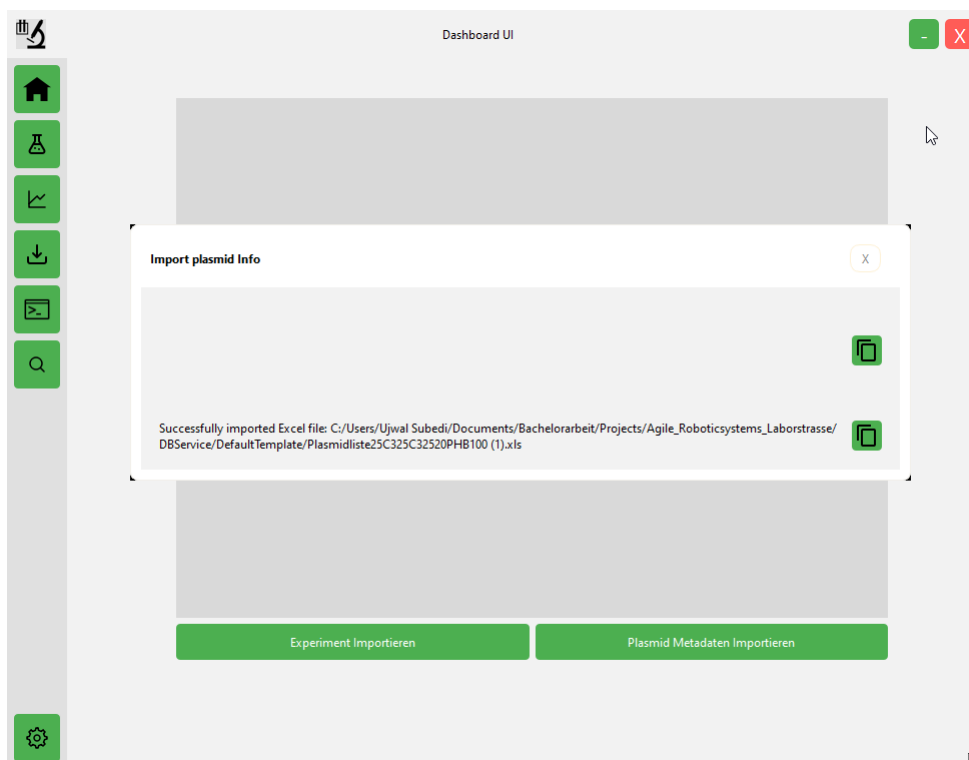

Abbildung 3.5: Import Erfolg Dialog
6. **Import abschließen:** Bei erfolgreichem Import erhalten Sie eine Bestätigungsnachricht. Überprüfen Sie, ob die importierten Daten vollständig und korrekt sind. S. Abb. 3.5